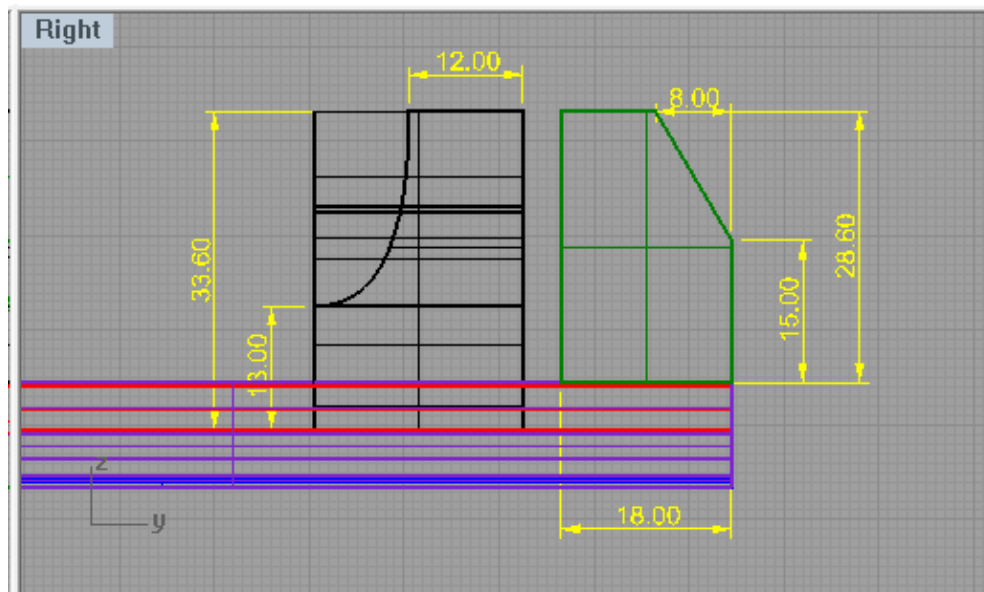

Figura 5.53
6.- En la ventana derecha se termina de hacer el perfil de la base y la quijada móvil, con la opción de polilínea con las dimensiones de la figura 5.53.